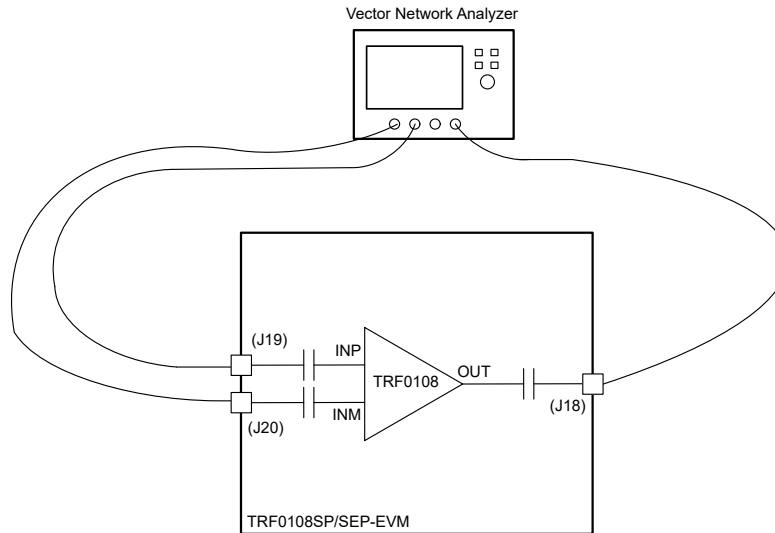

图 3-1. S 参数测试设置
1. 如 图 3-1 所示，通常会使用矢量网络分析器 (VNA) 进行 S 参数测量。要测量该 EVM，建议使用 3 端口 VNA，它可以分别在 EVM 的输入和输出端口产生差分信号和接收单端信号。